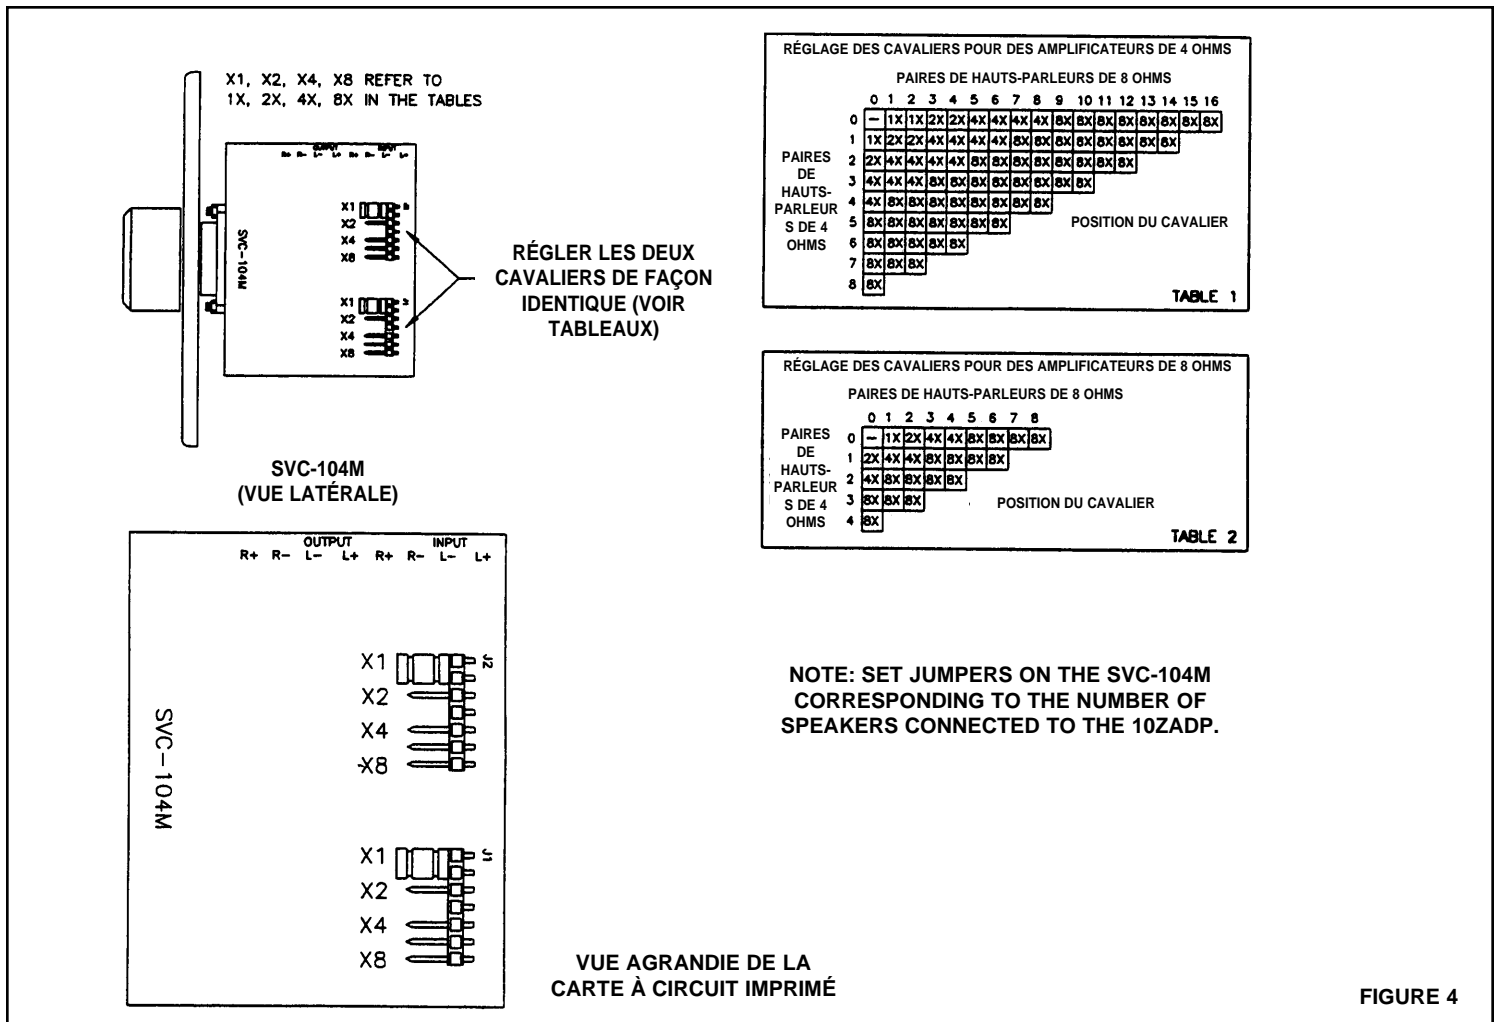

FIGURE 4
4. Réglez les deux cavaliers du SVC-104M au nombre de paires de hauts-parleurs de branchées au 10ZADP. **Veillez consulter les Tableaux 1 et 2 de la Figure 4** pour établir le réglage approprié des cavaliers.